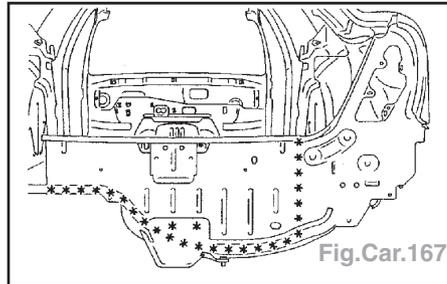

Fig.Car.167
- Dégraffer les points à l'aide d'une fraise de Ø 8 mm (Fig.Car.167).
- Souder par points électriques (Fig.Car.167).